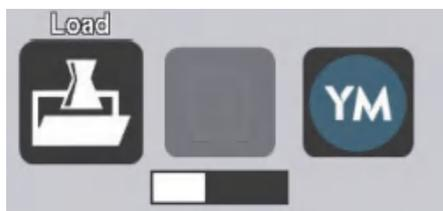

图3-41 保存切片文件
3. 设置完成后，保存为相应格式的文件，等待软件进行切片（如图3-41所示）。